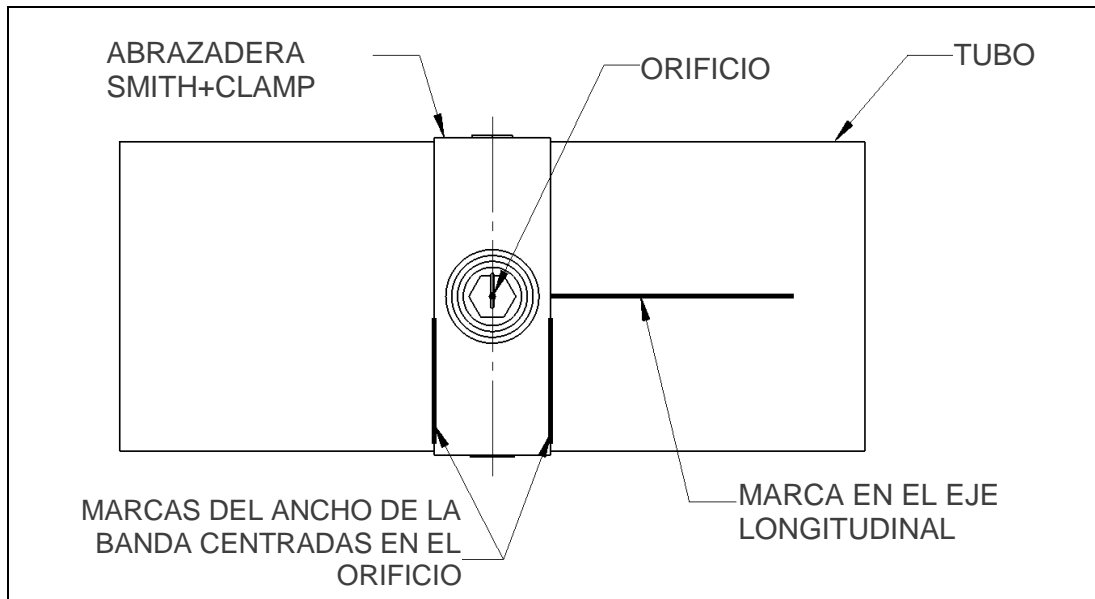

Figura 4
5. Usando la marca o la aguja guía para ubicar el orificio, deslice la abrazadera "PLIDCO Smith+Clamp" sobre la fuga, como se muestra en la Figura 4.